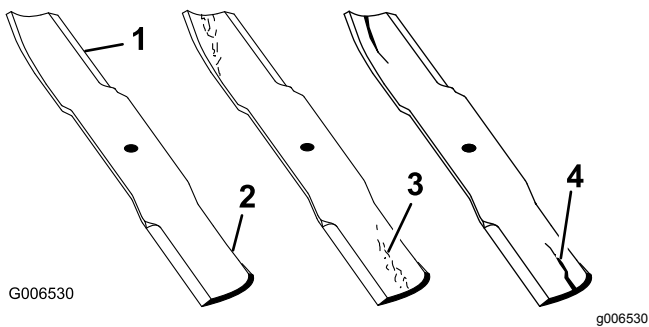

Figure 52
1. Examinez le tranchant des lames (Figure 52).
2. Inspectez les lames, surtout la partie relevée (Figure 52).
Remarque: Remplacez immédiatement toute lame endommagée, usée ou qui présente une entaille (repères 3 et 4 de la Figure 52).